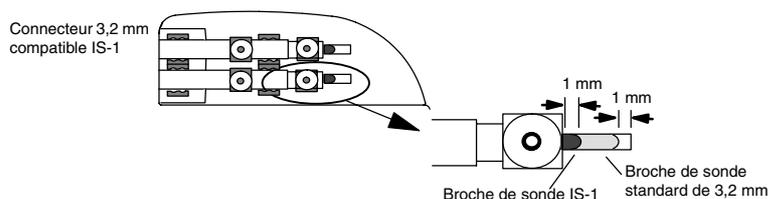

Figure 2-3 Le connecteur de sonde 3,2 mm/IS-1.
- *Pour connecter correctement une sonde de 3,2 mm (c.-à-d. une sonde autre que IS-1) au stimulateur, s'assurer que la broche du connecteur de la sonde est à moins de 1 mm de l'extrémité de l'âme du connecteur du stimulateur (Figure 2-3).*